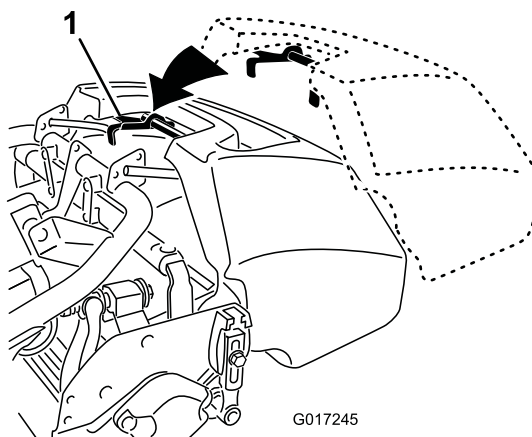

Figura 17
1. Afferrate il cesto dalla maniglia (Figura 17).
2. Guidate il coperchio del cesto tra le piastre laterali dell'apparato di taglio e sopra il rullo anteriore (Figura 17).
3. Installate i ganci del cesto sull'anello del telaio (Figura 17).